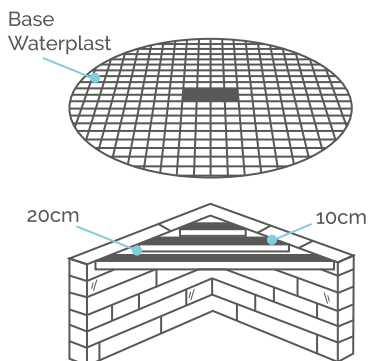

Fig. 2
- B.** Pasar (de afuera hacia adentro) una soga por el orificio de la conexión de salida lateral y sacarla por la boca del tanque. Anudar los dos cabos y elevar (fig. 2).
· Sobre paredes en ángulo, colocar 3 vigas (Fig. 2) de 10cm separadas por no más de 20cm. Respetar el máximo de 10cm para el voladizo.